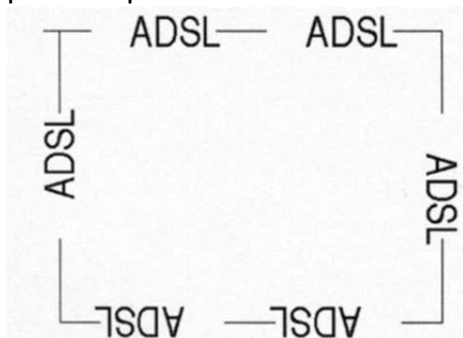

Рисунок 11.3 Составная линия с текстом
10. Начертите несколько полилиний. Увеличьте изображение, чтобы лучше рассмотреть тип линий. Полученный результат показан на рис. 11.3.